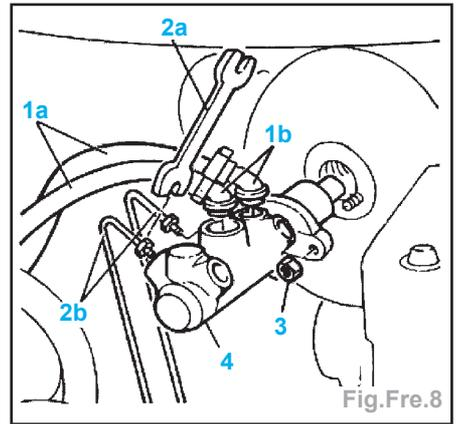

Fig.Fre.8
- Détacher les durits (1a) (Fig.Fre.8).
- Dévisser les raccords (2b) du maître-cylindre (4).
- Déposer les écrous (3) fixant le maître-cylindre au servofrein
- Enlever le maître-cylindre (4).